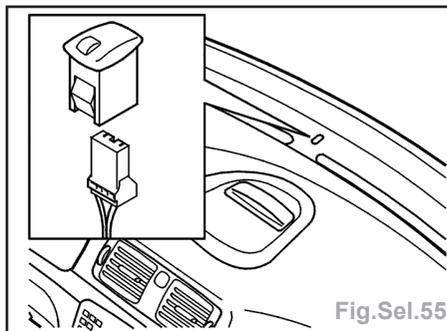

Fig.Sel.55
- Soulever le capteur solaire, débrancher le connecteur et déposer le capteur solaire (Fig.Sel.55).